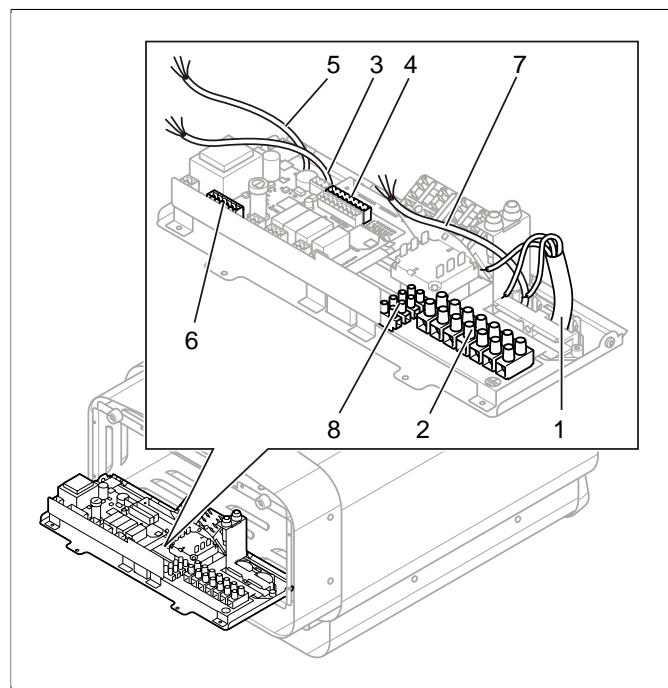
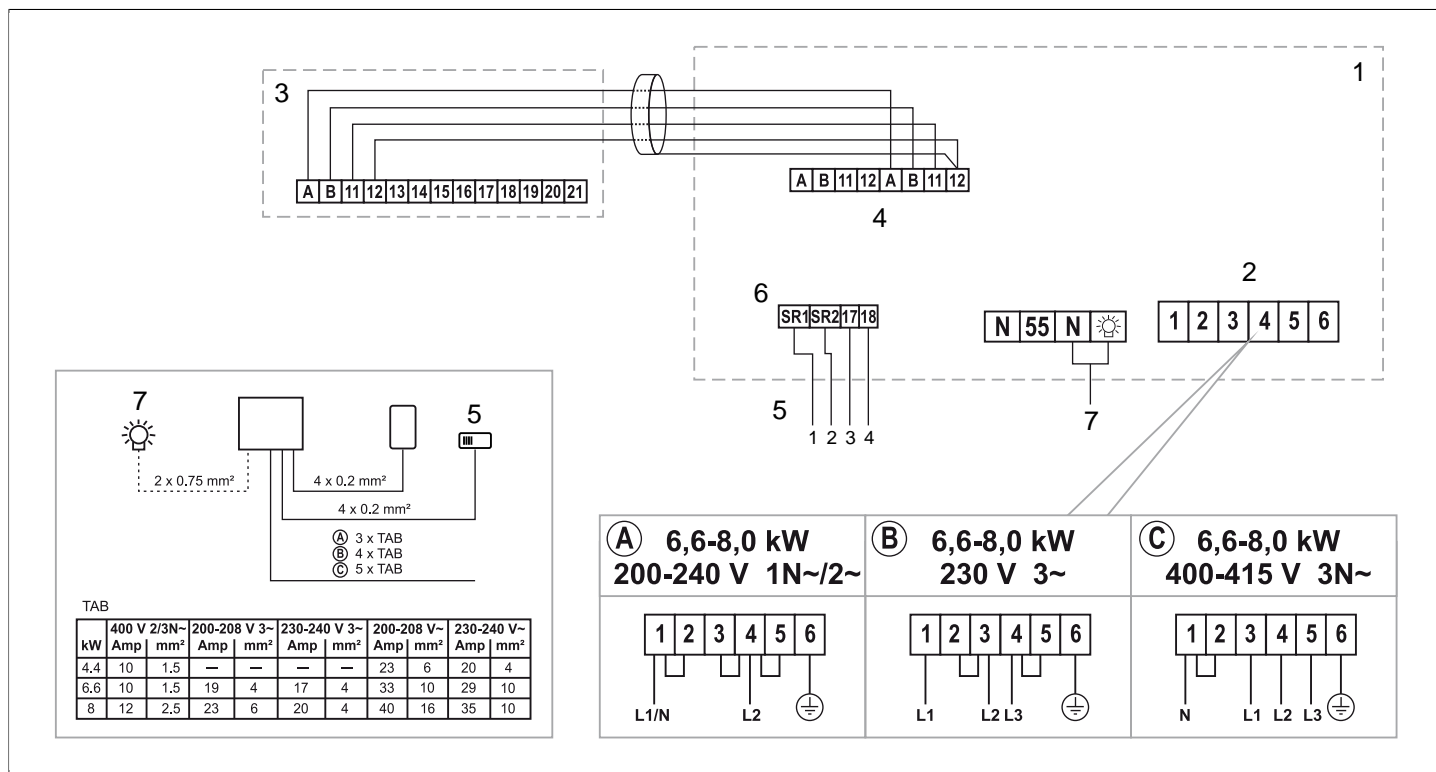

Fig 9: Kretskortet
Fig 19: Kopplingschema
Anslut elkabeln (1) i plint (2) (se **Fig 9**, sidan 4) enligt kopplingsschema (se Avsnittet **Anslutning/kopplingsschema**, sidan 8).
4. Anslut manöverpanelens kabel (3) i plint (4) (se **Fig 9**, sidan 4) enligt kopplingsschema (se Avsnittet **Anslutning/kopplingsschema**, sidan 8).
5. Anslut sensorns kabel (5) i plint (6) (se Avsnittet **Anslutning/kopplingsschema**, sidan 8) enligt kopplingsschema (se Avsnittet **Anslutning/kopplingsschema**, sidan 8).
6. Anslut eventuell kabel till belysning (7) se **Fig 9**, sidan 4 till plint (8) enligt kopplingsschema **Fig 19**, sidan 8.
Vid inkoppling till spänningar eller fas-tal, som inte anges i kopplingschema **Fig 19**, sidan 8, kontakta Tylö kundservice.